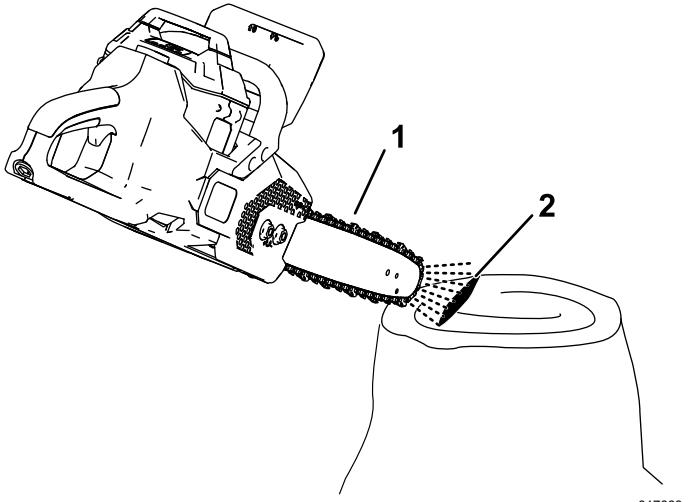

Figura 26
- Per accertarvi che l'olio fluisca verso la catena, puntate la punta della motosega a pochi pollici da una superficie (per esempio, carta, cartone, un ceppo) e azionate la motosega; dovreste essere in grado di vedere un leggero zampillo di olio sulla superficie (Figura 26).